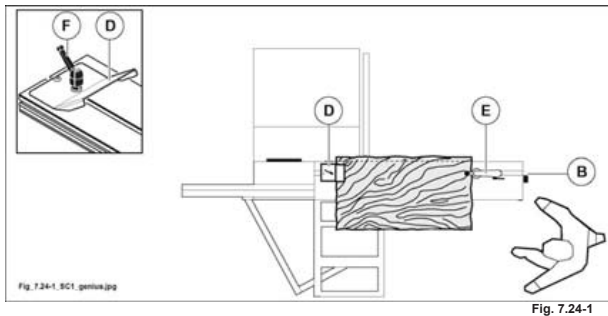

Fig. 7.24-1
Nelle lavorazioni di pannelli di grandi dimensioni, posizionare la riga e il telaio di squadro in spinta (vedi fig. 7.24-1); con questa posizione si ottiene la massima lunghezza di taglio.
- Appoggiare il pezzo da rifilare sul vagone e sul telaio come mostra la fig. 7.24-1.
- Allentare la maniglia (F fig. 7.24-1) e far scorrere la battuta a tegola (D fig. 7.24-1) nella scanalatura per portarla in appoggio al pezzo.
- Serrare la maniglia (F fig. 7.24-1).
- Avvicinare il gruppo pressatore (E fig. 7.24-1) al pezzo.